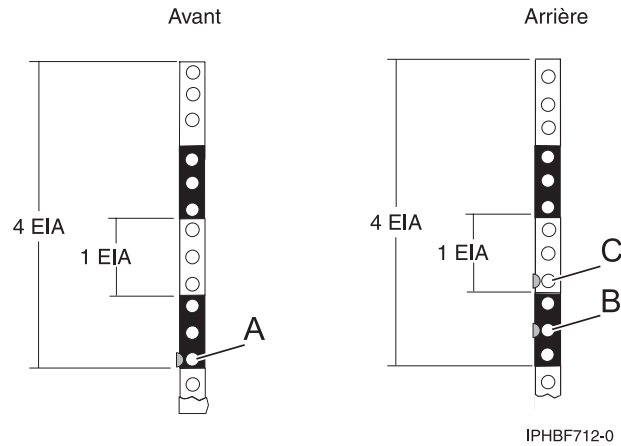

Figure 4. Marquez les trous sur l'avant et l'arrière du cadre de l'armoire.
2. Face à l'armoire, à droite, placez une pastille auto-adhésive à côté du trou inférieur de l'unité EIA inférieure, sur les quatre que vous utiliserez pour cette unité système A dans la figure 4, à la page 11.
5. Placez une pastille auto-adhésive au niveau du trou central de cette unité EIA, **B** dans la figure 4.
6. Placez une pastille auto-adhésive au niveau du trou inférieur de l'unité EIA suivante, **C** dans la figure 4.